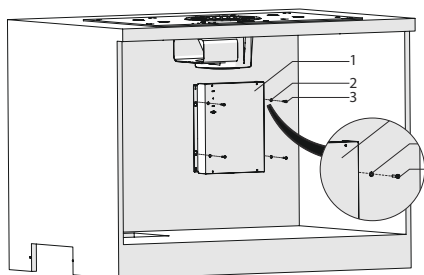

Fig. 15
5. ➡ Placera elektronikboxen inuti skåpet och fäst den med 4 x 3,9x22 skruvar och brickor (Fig. 15).